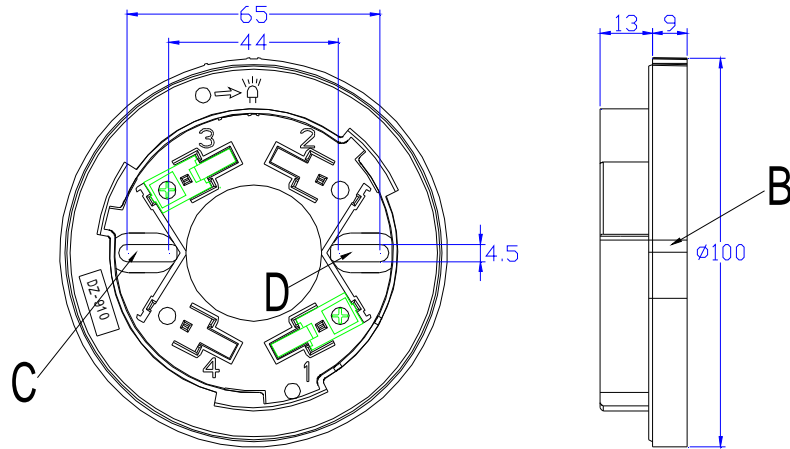

图 5
探测器的安装需要使用配套底座。配套底座如图 5 所示，型号为 DZ-910，外型尺寸为 $\Phi 100\text{mm} \times 22\text{mm}$ (直径 \times 厚度)，固定孔直径为 $\Phi 4.5\text{mm}$ ，固定孔间距为 44mm~65mm。
2. 按施工图纸,使用 2 枚 M4 螺钉,通过图 5 中所示的 C、D 固定孔,将配套底座固定在指定的位置上,确认底座已安装牢靠;
5. 将探测器 A 处(如图 1 所示)指示灯与底座 B 处(如图 5 所示)对准,再将探测器插入底座,顺时针方向旋转探测器,直至探测器锁定到位;